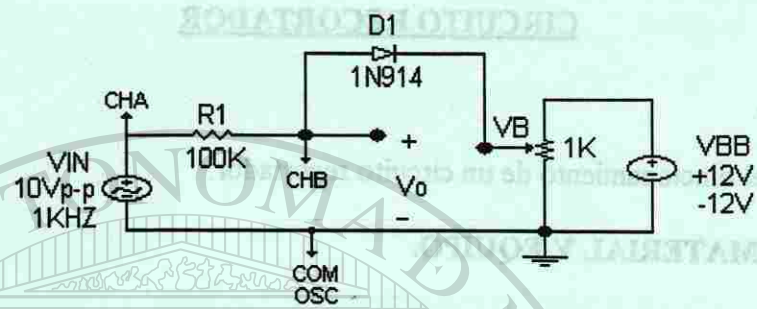

Figura 1. Circuito recortador.
En el circuito recortador serie de la figura 1, el diodo únicamente conduce cuando la señal de entrada  $V_{in}$  excede al voltaje de referencia  $V_B$ . De tal manera que el comportamiento del circuito se puede resumir de la siguiente manera
- 1.- Crear el archivo EXP04.CIR con la información del circuito recortador serie de la figura 1.